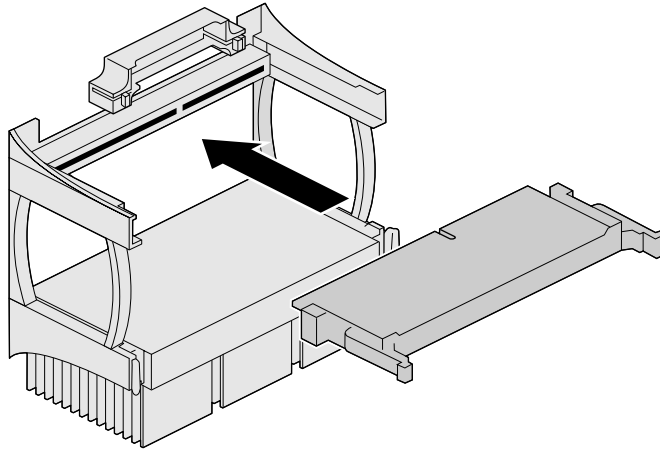

Figure 6-11 Installation de la carte de terminaison du processeur
9. Si vous retirez le processeur de l'emplacement supérieur sans le remplacer, installez alors la carte de terminaison du processeur, comme indiqué à la Figure 6-11.